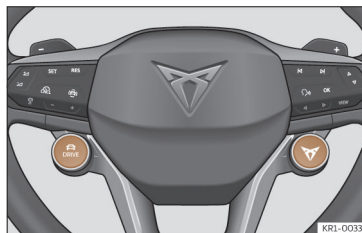

Fig. 111 Volante multifunções: Botões DRIVE e CUPRA para selecionar e mudar o perfil de condução.
- **OU:** Pressione o botão **DRIVE**¹⁾ do volante multifunções >>> **Fig. 111** para ativar o perfil de condução **Cupra**.
- **OU:** Pressione repetidamente o botão **DRIVE**¹⁾ do volante multifunções >>> **Fig. 111** para alternar entre os perfis de condução.